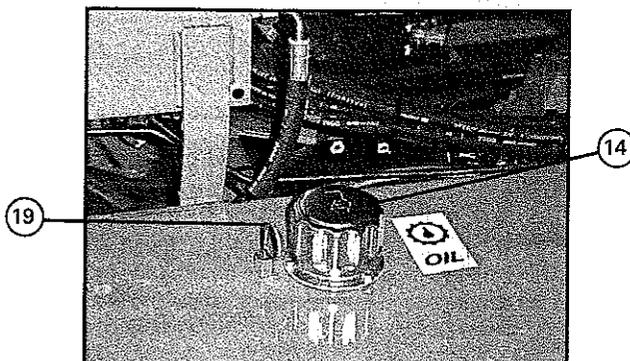

Fig. 4
- 2) El asiento dispone de regulación longitudinal, mediante el mando 20. (Fig. 4) y regulación de acuerdo al peso del conductor, mediante el mando 21 (Fig. 4).
- 3) Situar el mando del inversor (15) en posición NEUTRAL y asegurarse de que las horquillas del mástil están abajo.